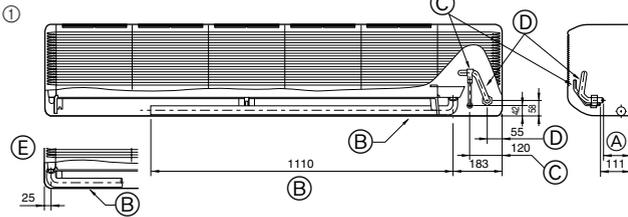

Fig. 4-2
- 1 Soğutucu ve drenaj borularının yerleri (Fig. 4-2)